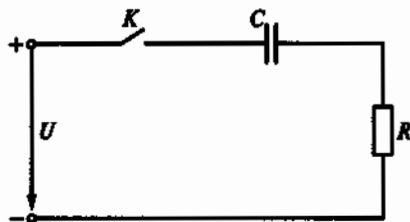

Рис. 141
4.6. В электрической цепи, схема которой приведена на рис. 141, $R = 2 \text{ МОм}$, $C = 10 \text{ мкФ}$. Какова длительность переходного процесса